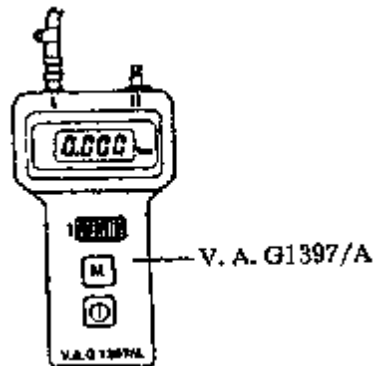

图 4-197 连接测量软管到检测仪
(2) 如图 4-197 所示，打开检测仪，将量程开关调到位置 I（绝对压力），将测量软管连接到接头 I 上。
(3) 对于手动变速器车型,以 3 档、节气门全开,发动机转速为 2000r/min 时开始加速,注意观察转速表。在 3000r/min 时按下存储键 M (图 4-197),其规定值为 $1.370 \times 10^2 \sim 1.470 \times 10^2 \text{kPa}$ 。
(4) 对于自动变速器车型,换档杆置于位置 2,发动机转速提高到 3000r/min,直至变速器切入 2 档。踩下油门踏板至低速档位(在该转速/车速时,变速器不再切入低档),在 4500r/min 时按下 M 键,其规定值为 $1.300 \times 10^2 \sim 1.400 \times 10^2 \text{kPa}$ 。